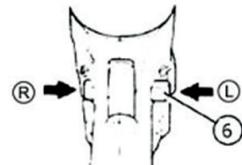

Рис. 5
! Переключатель заднего хода (6) (см. Рис. 5) можно использовать только после полной остановки двигателя.
Для предотвращения аварии при запуске инструмент имеет специальную опцию блокировки. Рекомендуется использовать эту опцию, когда инструмент не используется или заменяется сверло. Эта опция включается переводом кнопки реверса в среднее положение (см. Рис. 5).